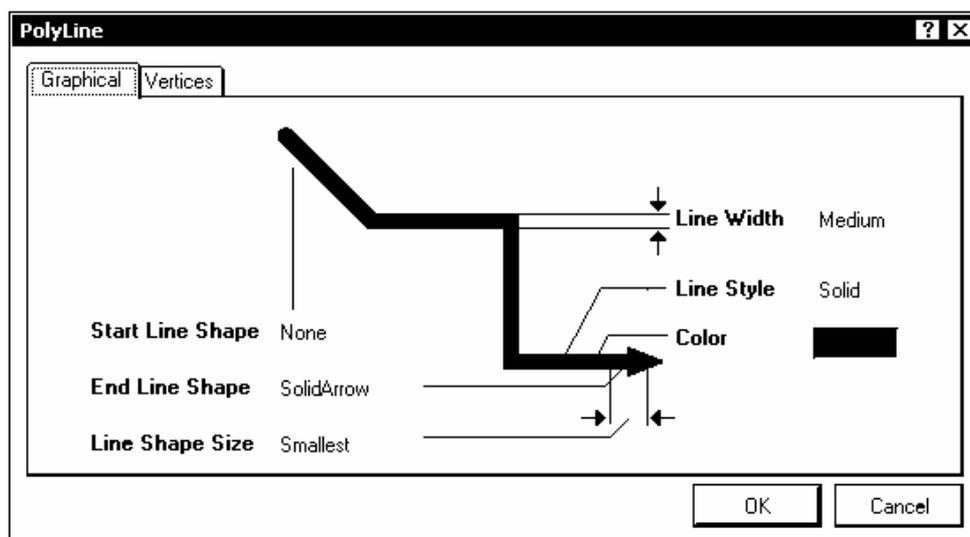

Рис. 4.2
6. В главном меню программы активизировать команду черчения линий Place>>Drawing Tools>>Line. Клавишей Tab вызвать диалоговое окно настройки параметров линии (рис. 4.2).